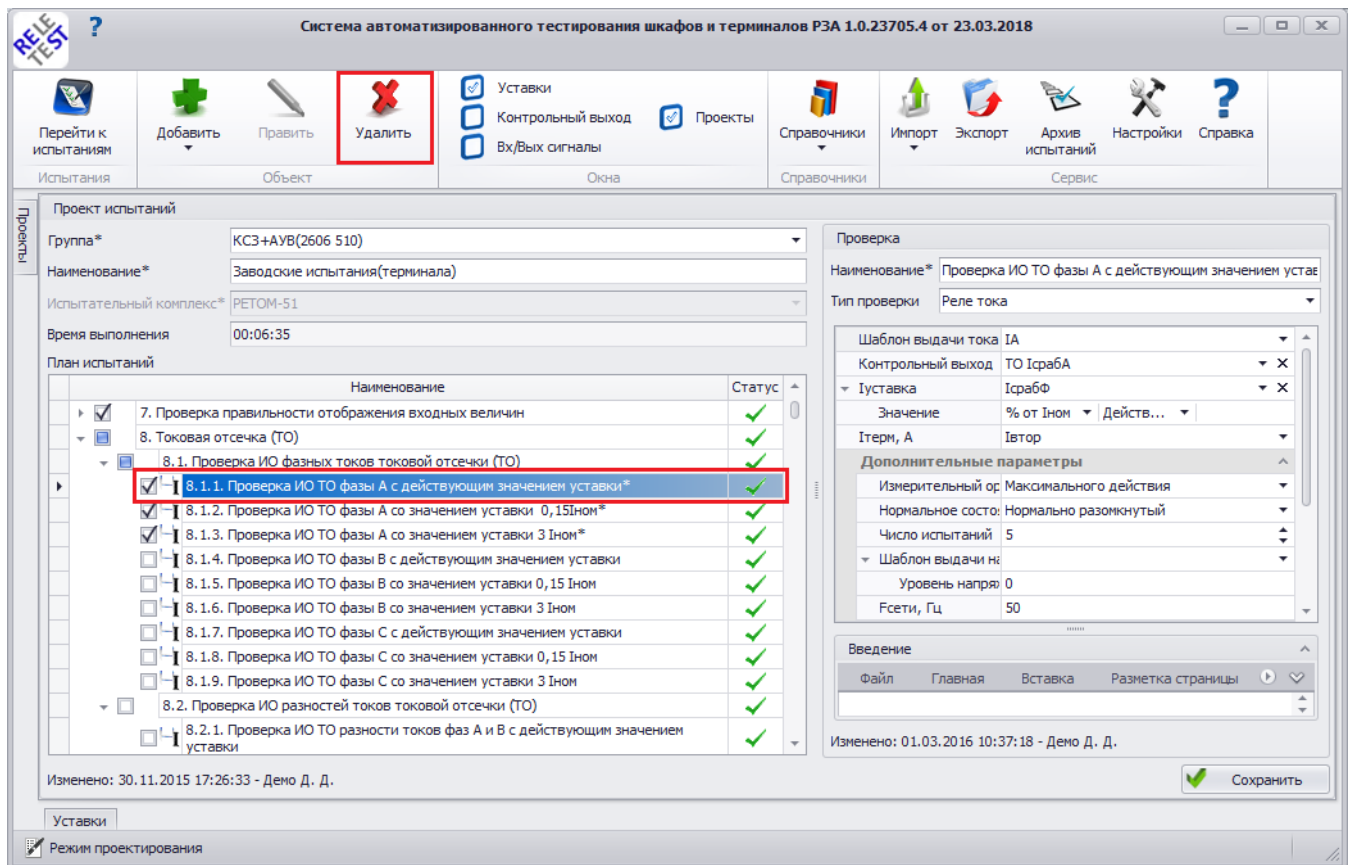

Рисунок 3.138
- в таблице «План испытаний» левой клавишей мыши выделить проверку, требующую удаления, и нажать на кнопку «Удалить» на панели управления (Рисунок 3.138).